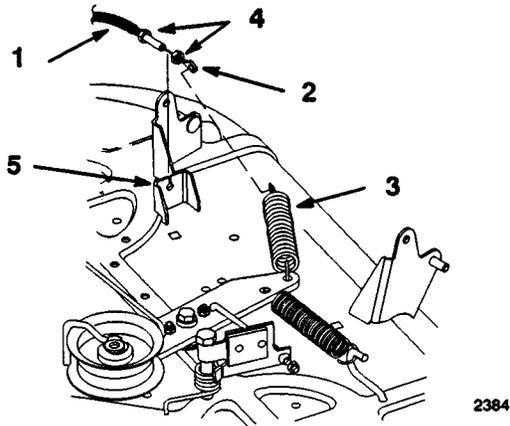

Bild 45
10. Die erste Klemmutter entfernen und die zweite Klemmutter ganz auf den Messer-bowdenzug (ZWA) aufdrehen. Das Kabel durch den Schlitz im Mähdeck drehen und die zweite Klemmutter auf das Kabel aufdrehen (Bild 45).
11. Das Ende des Messerbowdenzugs (ZWA) in die Mitläuferfeder einhaken (Bild 45).